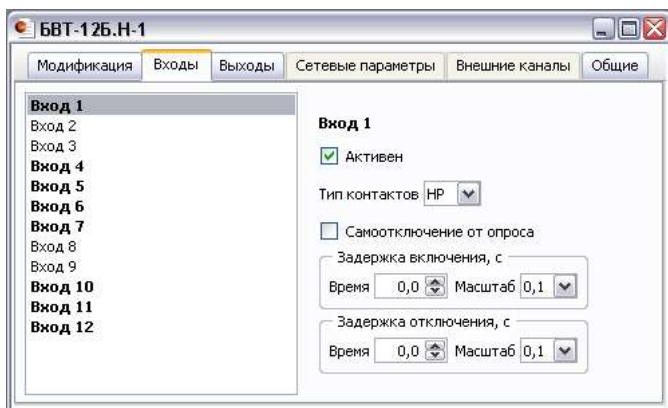

Рис. 12.9. Закладка «Входы» окна файла конфигурации
2. В левой части выбранной закладки выбрать входной канал для конфигурирования (рис. 12.9).